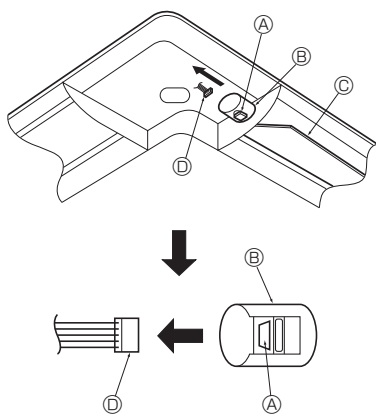

Fig. 8-9
8.4. Πώς κλειδώνεται η κατεύθυνση ροής του αέρα επάνω/κάτω (Fig. 8-9)